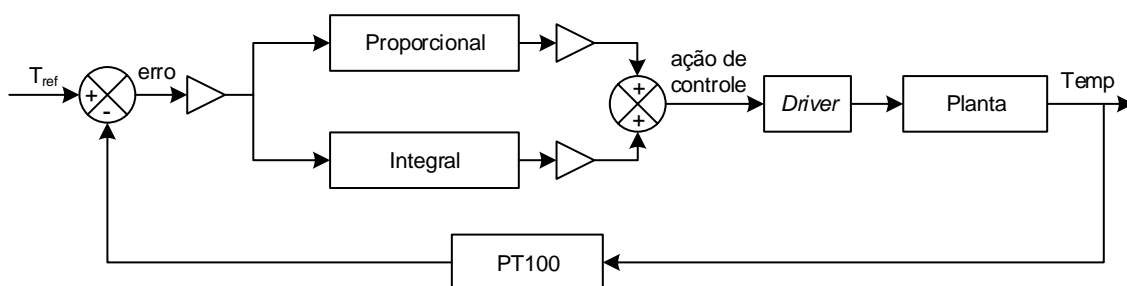

Figura 1 – Diagrama de blocos do sistema.
2. **Projeto:** Desenvolver um circuito capaz de controlar a temperatura de um resistor de potência utilizando amplificadores operacionais, sensores, entre outros componentes. O circuito deve apresentar as etapas conforme indicado pela figura 1.